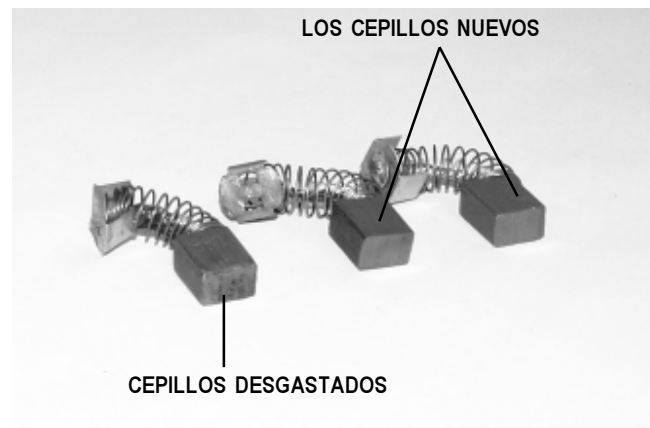

Figura 25. Cepillos del Motor
4. Inspecciona el desgaste. Mire la figura 25.